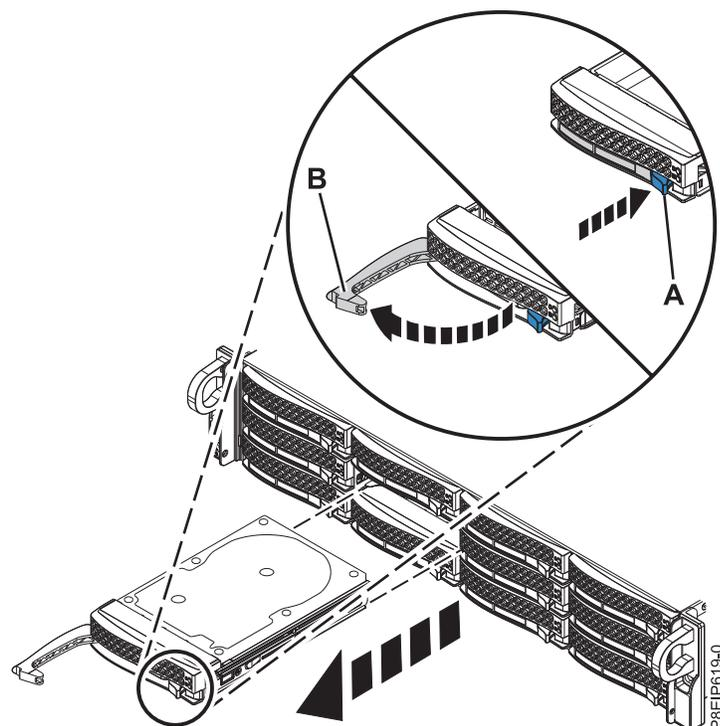

図 75. ドライブの取り外し
2. ハンドル・リリース (A) を押し込んで、ドライブ・ベイ・ハンドル (B) をアンロックします (図 75 を参照)。ハンドル (B) が音を立てて手前に開きます。ハンドルが完全に開いていないと、ドライブをシステムから取り出すことができません。